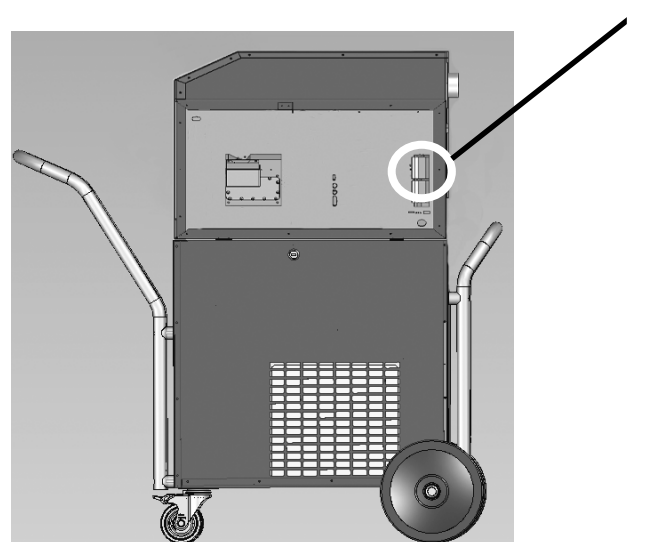

Bild 6
- USB-Speicher an USB-Buchse anschließen. Bild 6.